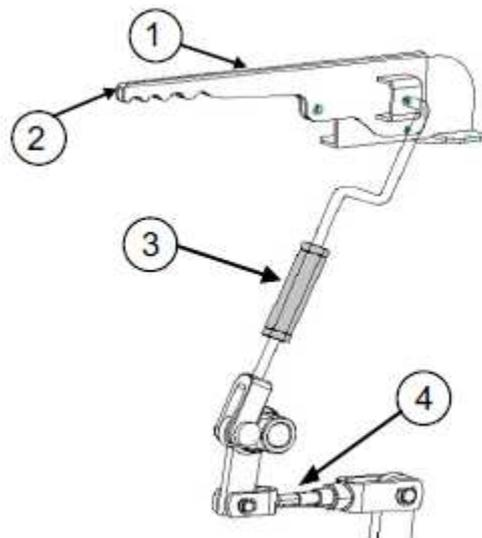

Fig. 5-19 Afinação do travão de estacionamento
#### Travão de estacionamento - Fig.5-19
A alavanca do travão (1) de estacionamento atua diretamente nos travões principais. Certifique-se de que o curso livre é idêntico nos dois pedais, dado que o curso livre dos pedais dita o curso livre do travão de estacionamento e a distribuição esquerda/direita da ação de travagem com os travões bloqueados. Assim que tiver afinado os pedais do travão, ajuste o curso livre do travão de estacionamento através de uma porca de afinação (3) (Fig.5-19) na articulação de controlo do lado esquerdo do trator, para que os travões de estacionamento engatem após 7 cliques no mecanismo de lingueta, sentidos no botão de desengate (2) da alavanca.